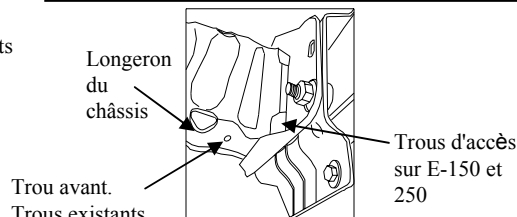
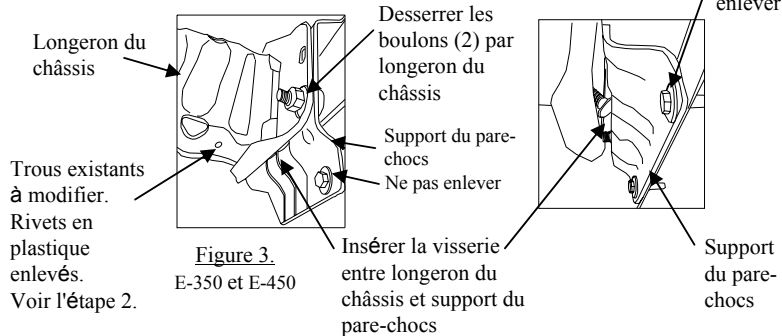

Figure 2.
Figure 3.
2. Si c'est nécessaire (E-350 et E-450), enlever tous les rivets en plastique (voir la figure 3) de la fixation avant sur le véhicule. Plier le plastique entre le capot plastique et le longeron du châssis.
5. Insérer les boulons de carrosserie et les entretoises à travers le point d'accès de l'extrémité avant du longeron du châssis (E-150 et 250), en utilisant un fil de traction comme illustré. Voir la figure 2. Remarque : pour E-350 et E-450 desserrer les boulons à l'extrémité du longeron de châssis (voir la figure 3) et du support de pare-chocs, suffisamment pour insérer la visserie dans l'orifice à l'extrémité du longeron de châssis. Ne pas enlever complètement les boulons. Voir la figure 3. Le pare-chocs peut descendre légèrement. Après l'insertion de la visserie dans le longeron du châssis, relever et resserrer les boulons.